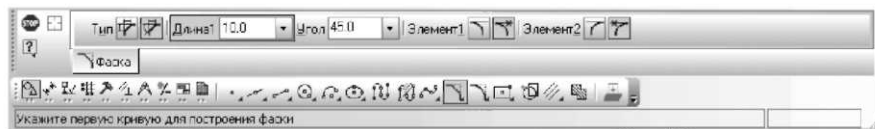

Рисунок 3.16 **Панель властивостей: Фаска** Компактна панель і Рядок повідомлень
- клацніть на **Компактної панелі** по кнопці  - **Фаска**. З'явиться відповідна **Панель свойств: Фаска** (рис. 3.16).